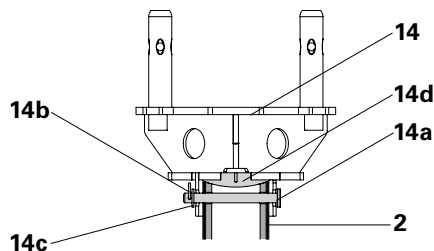

Fig. 24
- Posizione di partenza: estrarre il tubo filettato (2) fino a quando il pressore rosso non risulta visibile al centro del foro 9.
- Il componente sferico (14d) consente un'inclinazione fino a 2°. (Fig. 24)